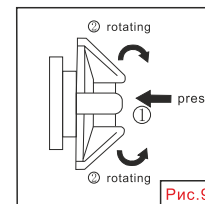

Рис.9
- 7.1 Лента крепления может быть отрегулирована вручную индивидуально под человека. Нажмите и медленно вращайте соответствующий регулятор, чтобы установить нужную длину окружности оголовья. Регулятор оборудован системой авто фиксации, поэтому недопустимо применение силы при регулировке, чтобы избежать повреждения механизма. (см. рис. 9)